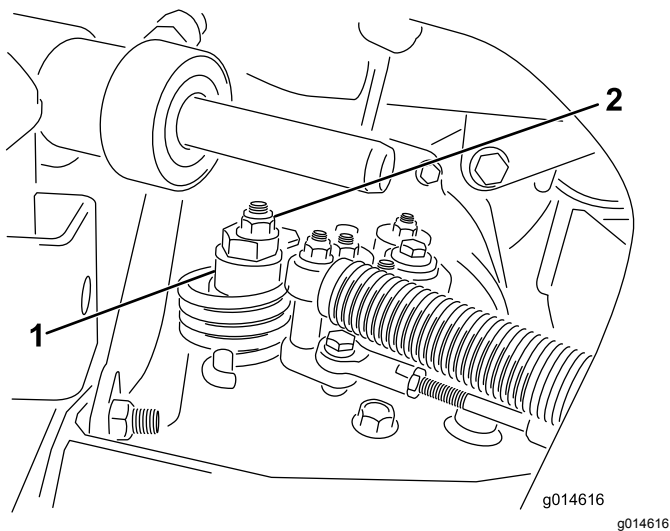

図 34
- A. 偏芯ナットをハイドロスタット上部に止めているナットをゆるめる 図 34。
- C. どちらにも車輪が回らないように偏芯ナットを回して調整する。調整ができれば固定ナットを締める 図 34。スロットル低速 および高速位置で調整が正しいことを確認する。